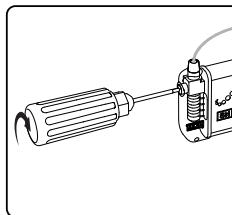

Afbeelding 5: Steek de lead volledig in het connectorblok van de neurostimulator.
4. Steek de lead in het connectorblok van de neurostimulator tot hij goed geplaatst is en niet verder gaat. Merkteken D op de lead moet zich in de trekontlasting van de neurostimulator bevinden (**Afbeelding 5**). De retentiemof op de tined lead moet onder de stelschroef van de neurostimulator worden geplaatst.
3. Gebruik de moment schrovedraaier om de stelschroef in het connectorblok van de neurostimulator los te draaien door hem linksom te draaien (**Afbeelding 5**).